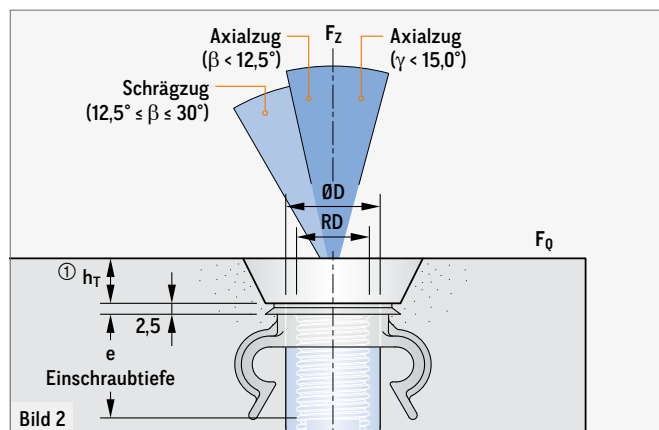

Bild 2
① Die Einbautiefe der jeweiligen Aussparungsteller und Haltestopfen sind zu berücksichtigen (Bild 2).